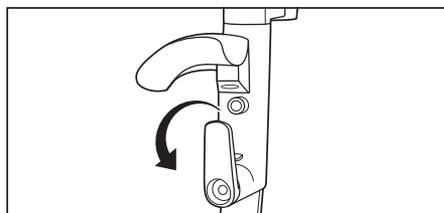
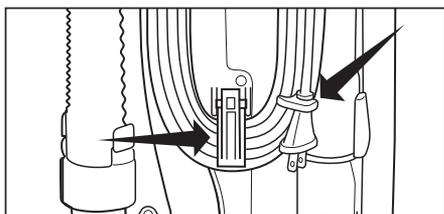

Fig. 4
Fig. 5
- El Gancho Superior para Cable de Liberación Rápida gira para permitir un acceso rápido al cable de alimentación. Gire el gancho superior para cable hacia abajo y podrá dejar caer rápidamente el cable de alimentación hacia el suelo sin necesidad de desenrollarlo desde los ganchos de dicho cable (Fig 4).
- Cuando almacene la aspiradora, gire el Gancho Superior para Cable de Liberación Rápida a la posición vertical y envuelva el cable de alimentación alrededor del gancho superior de almacenamiento del cable (Fig. 4) y del gancho inferior para cable activado por resorte (Fig. 5). Ajuste el enchufe en el cable enrollado utilizando el canal en el enchufe.